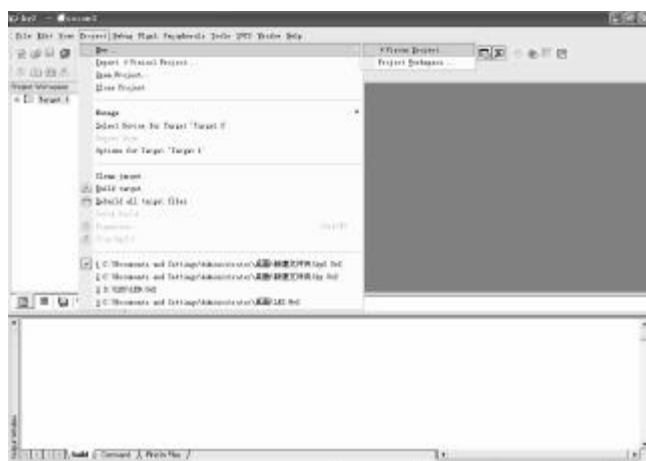
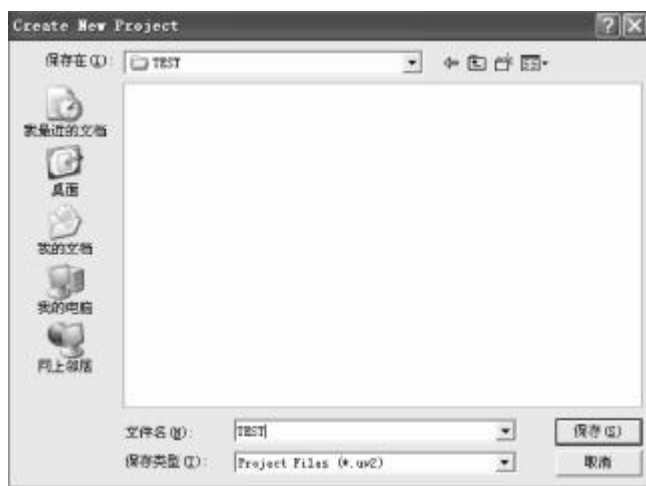

图 1-15 新建工程
图 1-16 创建工程对话框
②新建一个工程文件(.uv2),我们以后的程序就装在里面.使用命令【Project】→【New】→【 $\mu$ Vision Project】(图 1-15),出现如图 1-16 所示的对话框.